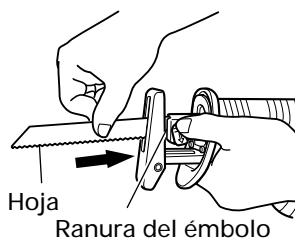

Fig. 7
- (3) Inserte completamente la hoja de sierra en la hendidura pequeña de la punta del émbolo mediante el empuje de la palanca. Esta hoja puede montarse tanto en dirección ascendente como descendente. (Fig. 7, Fig. 8)